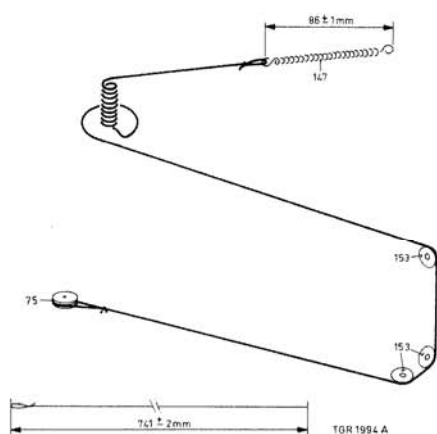

Fig. 24
- Sled pos.150 moet zodanig bevestigd worden, dat deze bij het uitwerpen van de weergegeven cassette de koordrol pos.153 niet raakt.
- De lengte van veer pos.147 moet in deze toestand 86 ± 1 mm bedragen (zie fig.24). Dit is in te stellen door de wikkeler- houding van koord pos.509 op poelie pos.137 iets te wijzigen.